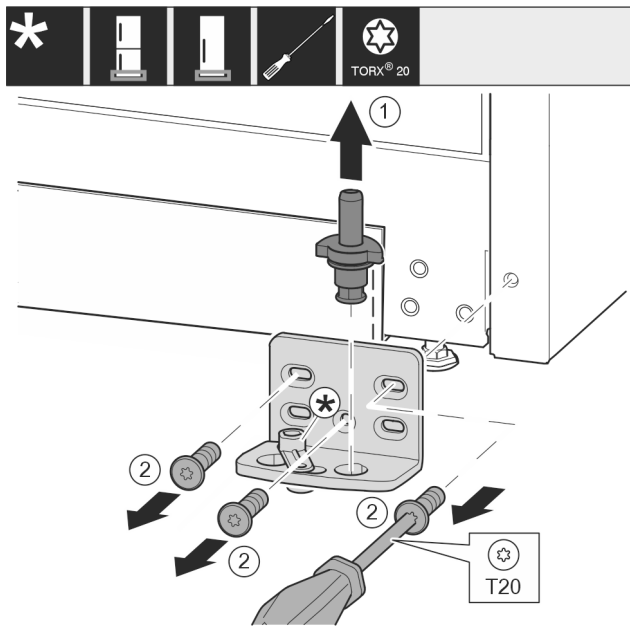

Fig. 12
- Retirer entièrement l'axe de palier Fig. 12 (1) par le haut.
- Desserrer les vis Fig. 12 (2) avec un tournevis et retirer le support de palier.